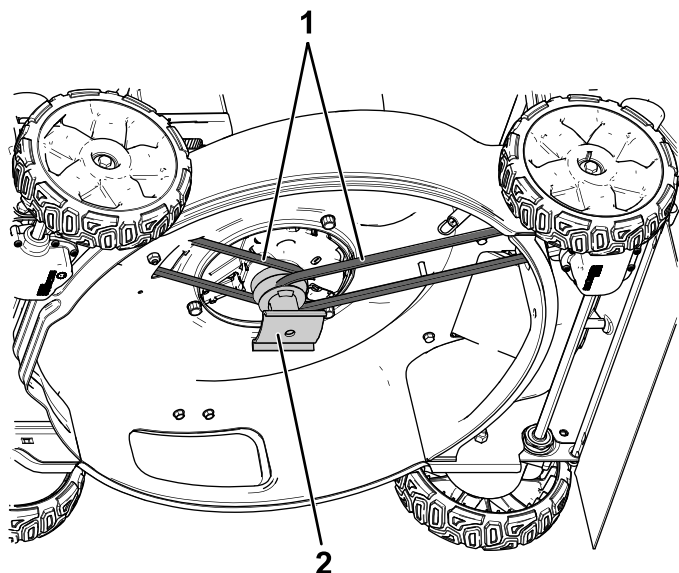

Figur 3
7. Ta bort den nedre, bakre remkåpan och tillhörande skruvar och lägg dem åt sidan (**Figur 3**).